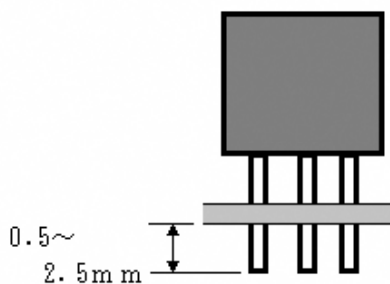

図12 部品の突き出し寸法
⑥突き出し寸法（図12）は0.5～2.5mmとし、2.5mmを超えるものは切断して、はんだ付けすること。切断面は、はんだめっきを施すこと。ただし、ボックスコネクタとピンヘッド、トグルスイッチの足は、切断しないこと。